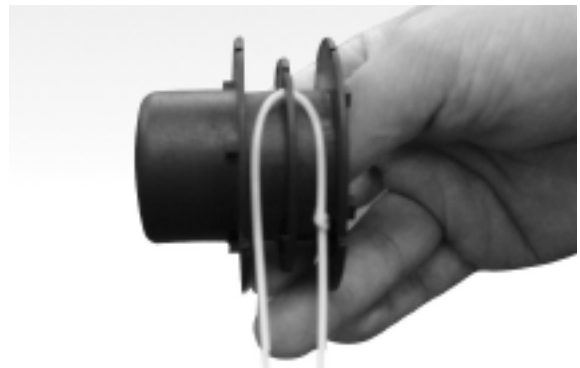

Fig. 19
4. Usando la línea de reemplazo 0.065", mida aproximadamente 14' de línea. Doble sobre la línea del cortador en dos longitudes iguales y coloque el rotor en la ranura del divisor del rotor (Fig. 19)